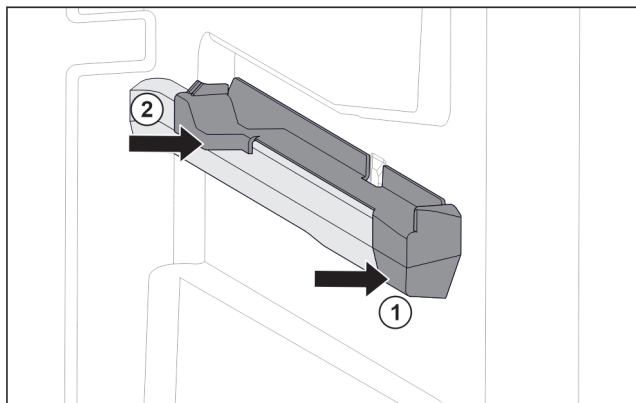

Fig. 74 Вставная часть на правом контейнерном ребре
- ▶ Наденьте вставную часть спереди на контейнерное ребро. Fig. 74 (1)
- ▶ Нажмите на вставную часть сзади. Fig. 74 (2)